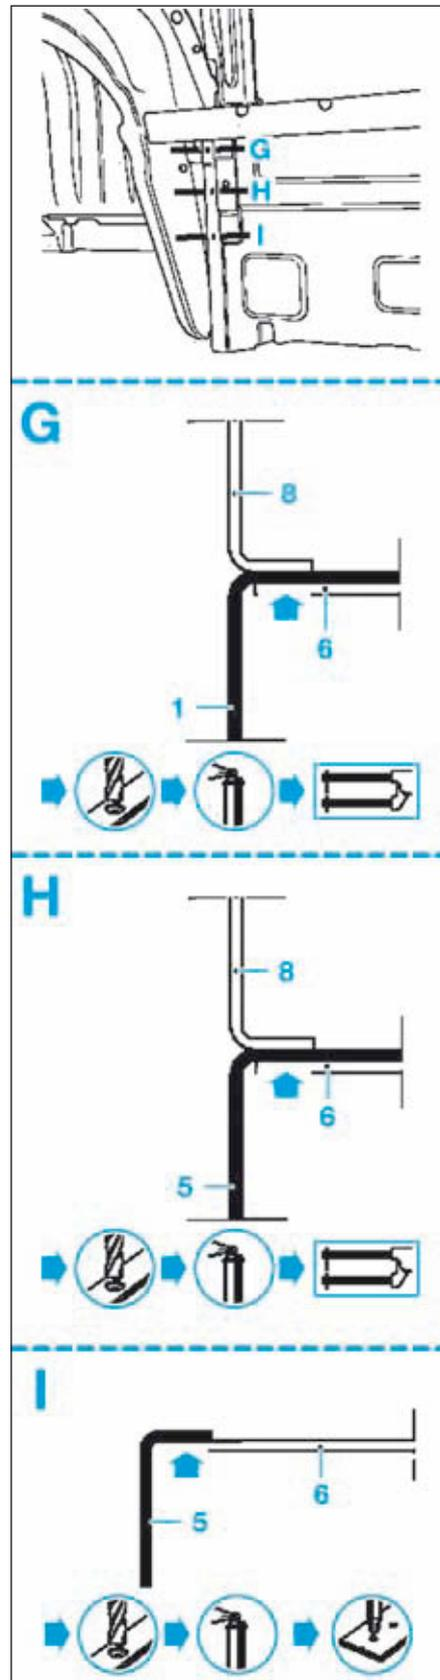

FIG.146
- Dépointer et fraiser comme illustré (Fig.145) et (Fig.146).
- Tracer puis percer à l'aide d'un foret pour un soudage ultérieur par points (Fig.145) et (Fig.146).
- Souder par points électriques et bouchonnage MIG (Fig.145) et (Fig.146).